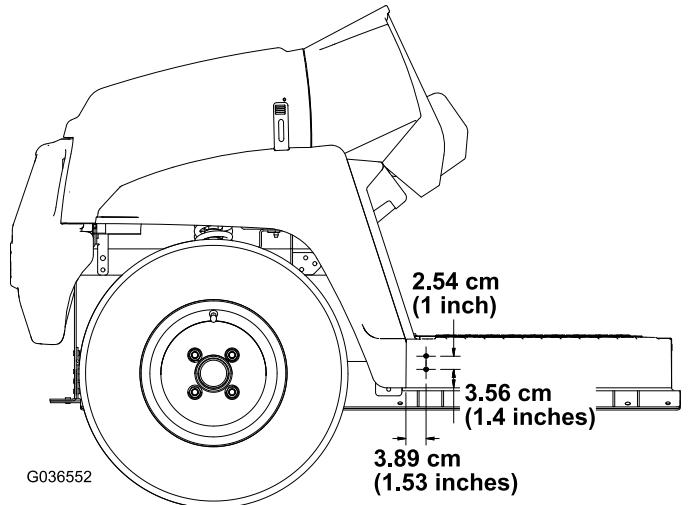

Figura 29
- Con las dimensiones mostradas en Figura 29, realice 2 taladros (5/16") en la parte exterior de la chapa del suelo en los laterales derecho e izquierdo de la máquina.